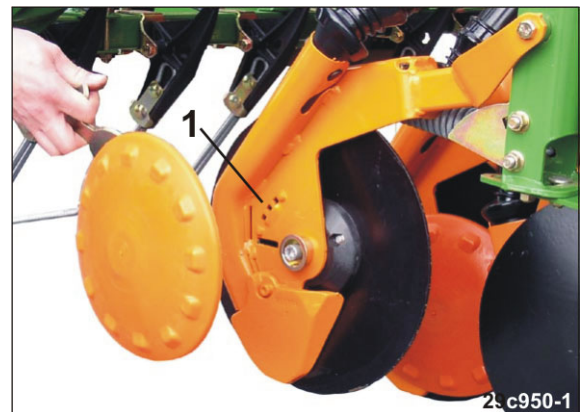

Fig. 94
1. Den Griff über die Rastung (Fig. 94/1) hinweg verdrehen und die Kunststoffscheibe vom RoTeC-Schar abziehen.